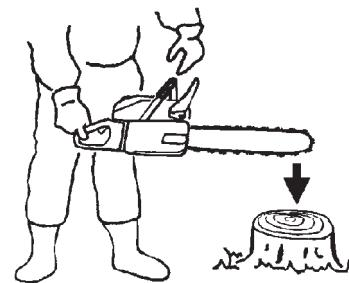

Рис. 12.
2. Удерживая бензопилу параллельно поверхности земли, отпустите ручку управления, и прижмите бензопилу к пню или куску дерева, при этом тормоз цепи должен сработать. См. Рис. 12.